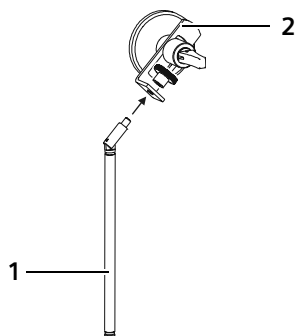

fig. 3: Montage de la barre de mesure au pied à ventouses
1. Monter la barre de mesure (1) au pied à ventouses (2) conformément à la fig. 3.